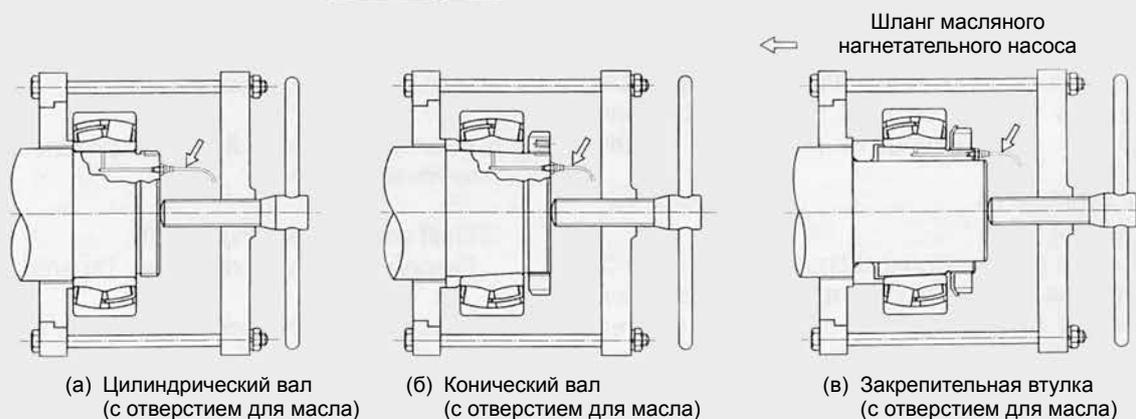

Рис. 7.8 Способ ввода масла под давлением
7.2.6 Способ ввода масла под давлением (Рис.7.8)
1. Удалите бугель с торца стопорной гайки и снимите стопорную гайку в случае цилиндрического вала. {Рис.7.8 (а)}. Если вал конический, отверните стопорную гайку примерно на половину длины резьбовой части. {Рис.7.8 (б)}.
В случае закрепительной втулки {Рис. 7.8 (в)}, может применяться специальный съемник. В основном выполняйте указания Раздела 7.2.1. "Применение специального съемника", но с некоторыми особенностями подсоединения и действия масляного нагнетательного насоса.